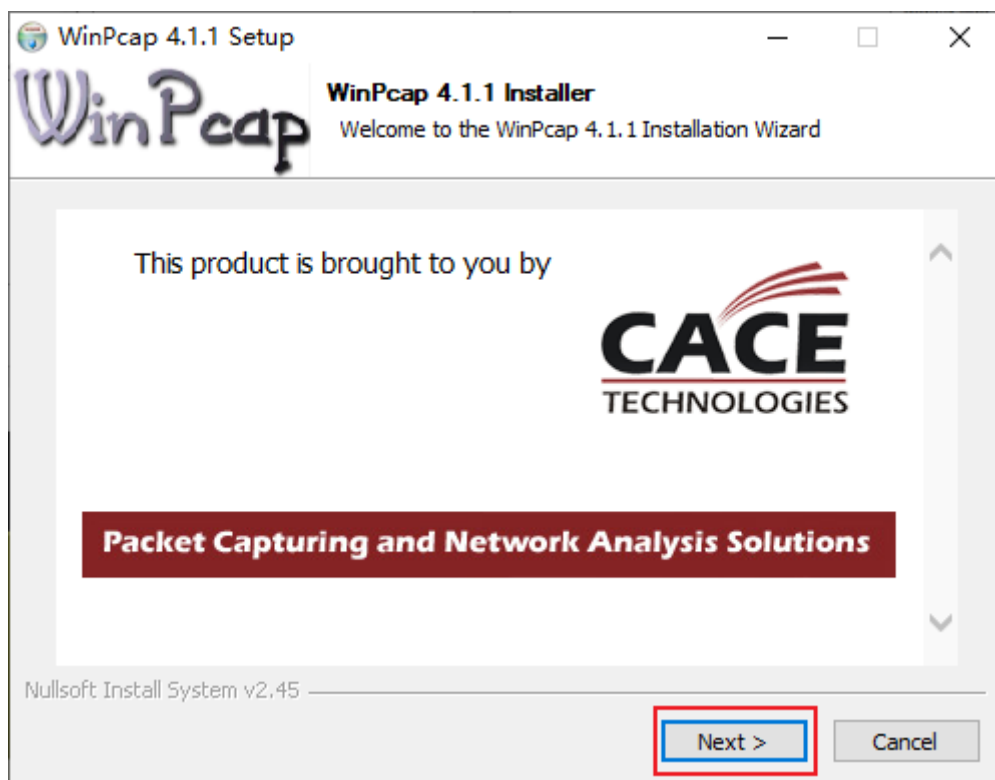

图 1-11 安装辅助软件“WinPcap”-1
11) 安装过程中会弹出辅助软件“WinPcap 4.1.1”的安装页面，点击红框按钮进行默认安装即可，如图 1-11、1-12、1-13、1-14、1-15 所示。